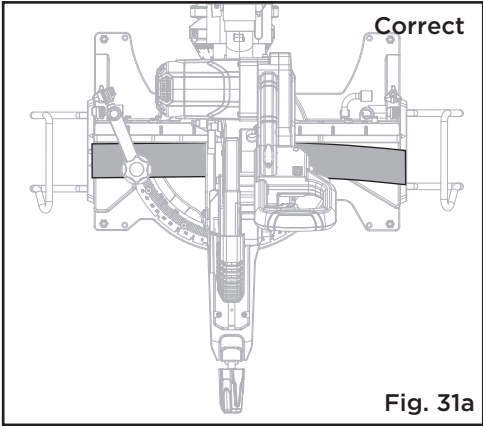
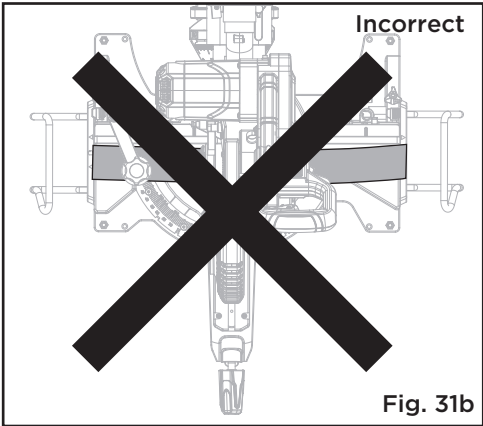

Fig. 31a
Fig. 31b
**COUPE DE MATÉRIAU DÉFORMÉ (Fig. 31a-31b)**
Lors de la coupe d'un matériau déformé, assurez-vous que le matériau à couper est positionné sur la table avec le côté convexe contre le guide, comme indiqué à la figure 31a. Si le matériau déformé est mal positionné (Fig. 31b), la lame se bloque près de la fin de la coupe.